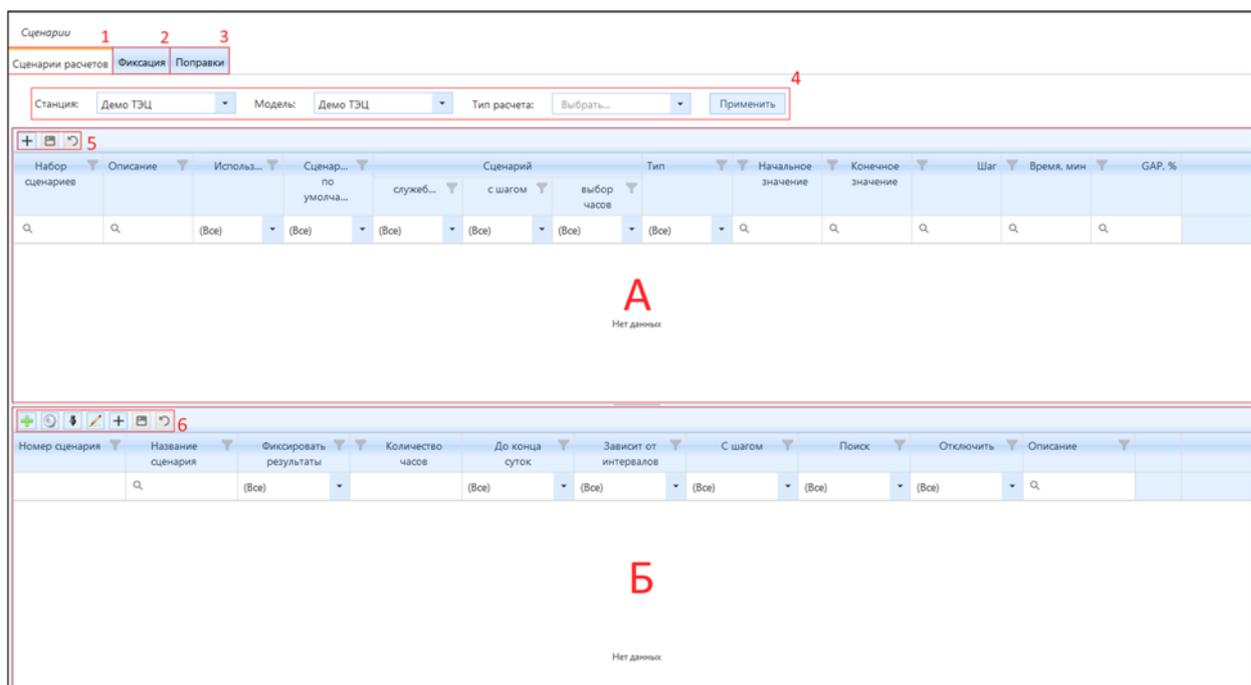

Рисунок 4.3.37 – Интерфейс пункта меню «Сценарии»
Первоначально необходимо выбрать станцию, модель, тип расчета и нажать ЛКМ на кнопку «Применить» блок (4) (рис. 4.3.37), после этого в рабочей области (А) отобразятся уже ранее созданные сценарии.